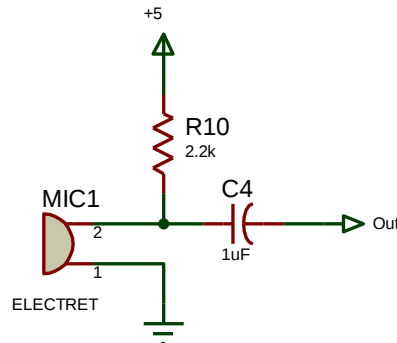

Figura 8.4. Circuito de micrófono
11. Arme el circuito de la figura 8.4.
12. Reestablezca la frecuencia del circuito de reloj a 6KHz, cambie el generador de funciones por el circuito de la figura 8.4.